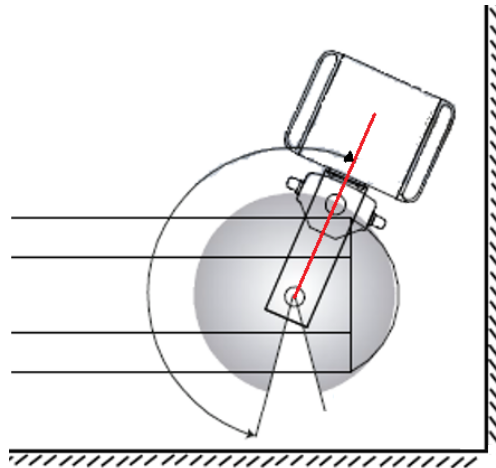

Abb. 20 Befestigung des Drehanschlags auf der rechten Seite einer Säule mit Auslegerarm.
- Bringen Sie die Säule in die neue gewünschte maximale Position und lassen Sie dabei ausreichend Spielraum (eine Faustbreite), wie in Abbildung 20 dargestellt.